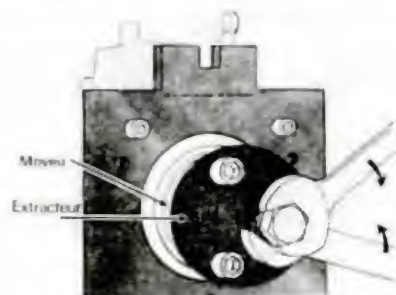

Fig. 18.
- A l'aide de l'extracteur, retirer le moyeu (fig. 18).